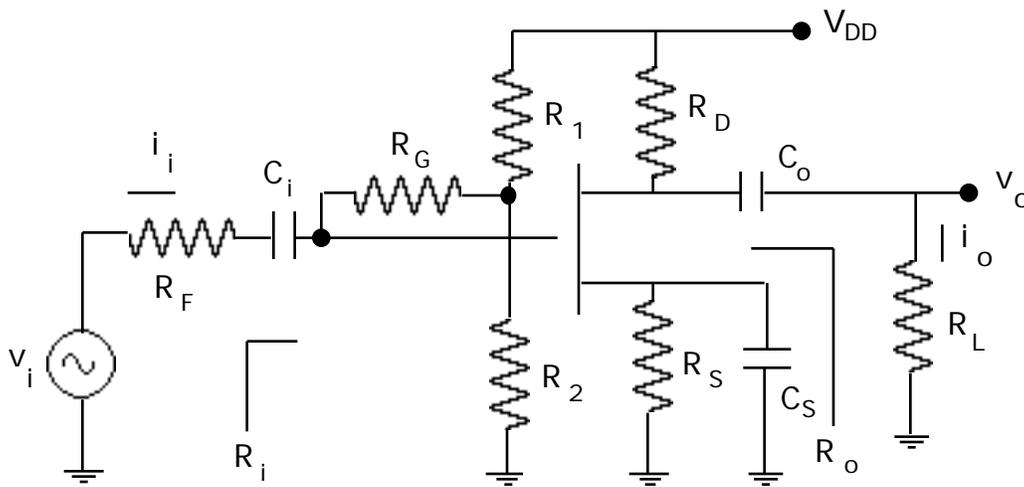

Figura 1.- Amplificador Source Común
2.- Diseñe un amplificador Source Común utilizando el esquema de la Figura 1, que cumpla con las siguientes especificaciones:
I. En el circuito de la Figura 1: